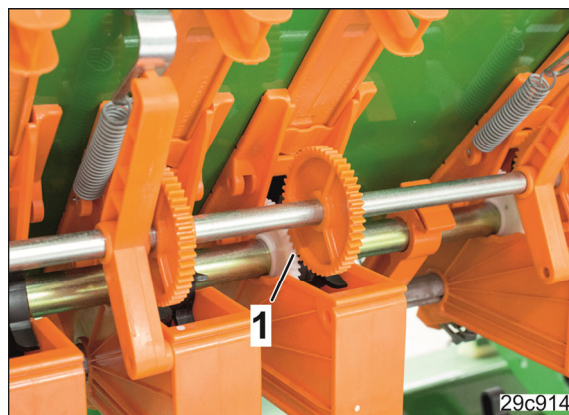

Рис. 135
1. Установите шестерню (Рис. 135/1) на высежном валу для бобовых.